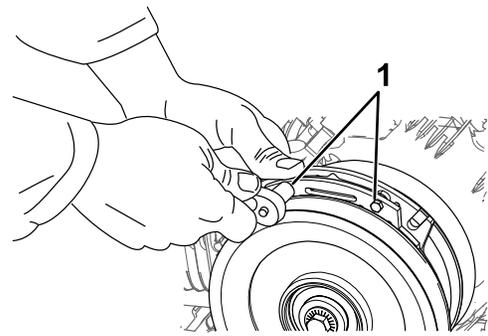

図 60
- A. 図 60 に示すように、両方のブレーキ取り付けボルトを 1/2-1 回転ゆるめる。